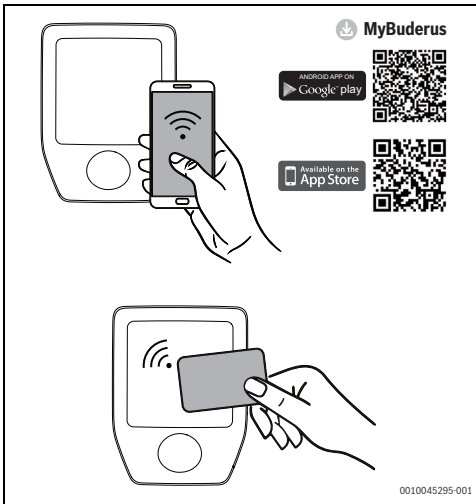

Bild 96 Authentifizierung über RFID-Karte
- Die Logavolt mit der RFID-Karte, der App oder über die externe Sperreinrichtung entsperren. Dieser Schritt ist optional (→ Abb. 96 und 95, Seite 92).